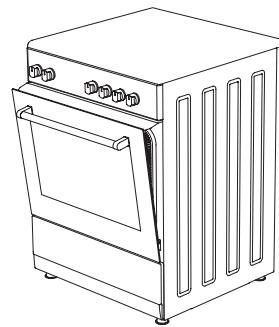

Figura 31
4. Apoi fixați panoul de siguranță între cupor și capacul frontal închizând ușor capacul. (Figura 31)